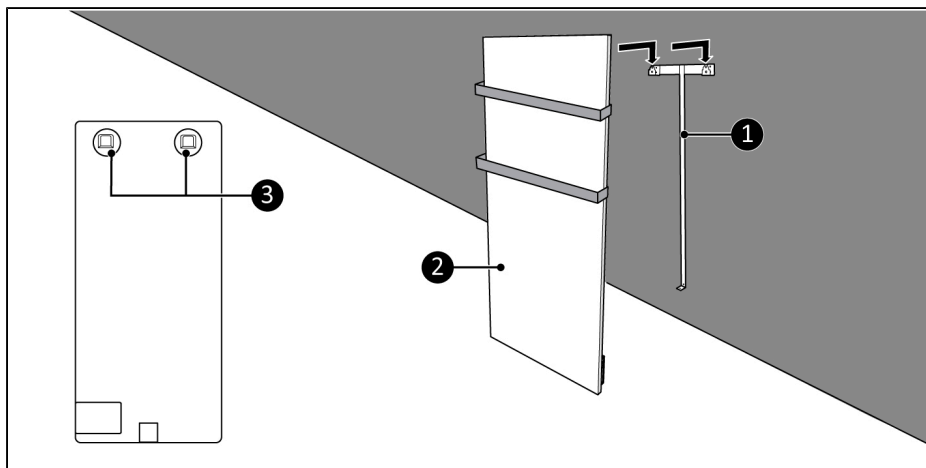

Figure 9.
11. Placez les supports de l'appareil (Figure 9, pos. 3) sur le support mural (Figure 9, pos. 1).
12. Glissez l'appareil (Figure 9, pos. 2) dans les ouvertures du support mural.